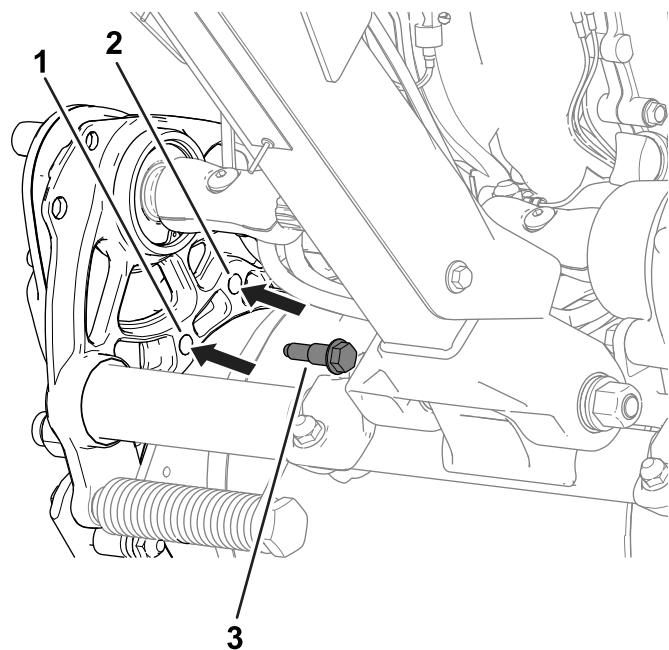

Figura 21
4. Utilize os parafusos com olhal previamente removidos para prender a caixa da transmissão ao chassis (Figura 21).
2. Retire os parafusos com olhal (Figura 21) em cada lado da máquina que prendem a caixa da transmissão do tambor ao chassis.